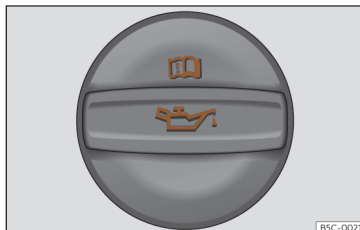

Fig. 223 Tapón de la boca de llenado de aceite del motor en el vano motor.
- Desenrosque el tapón de la boca de llenado de aceite del motor»» fig. 223.